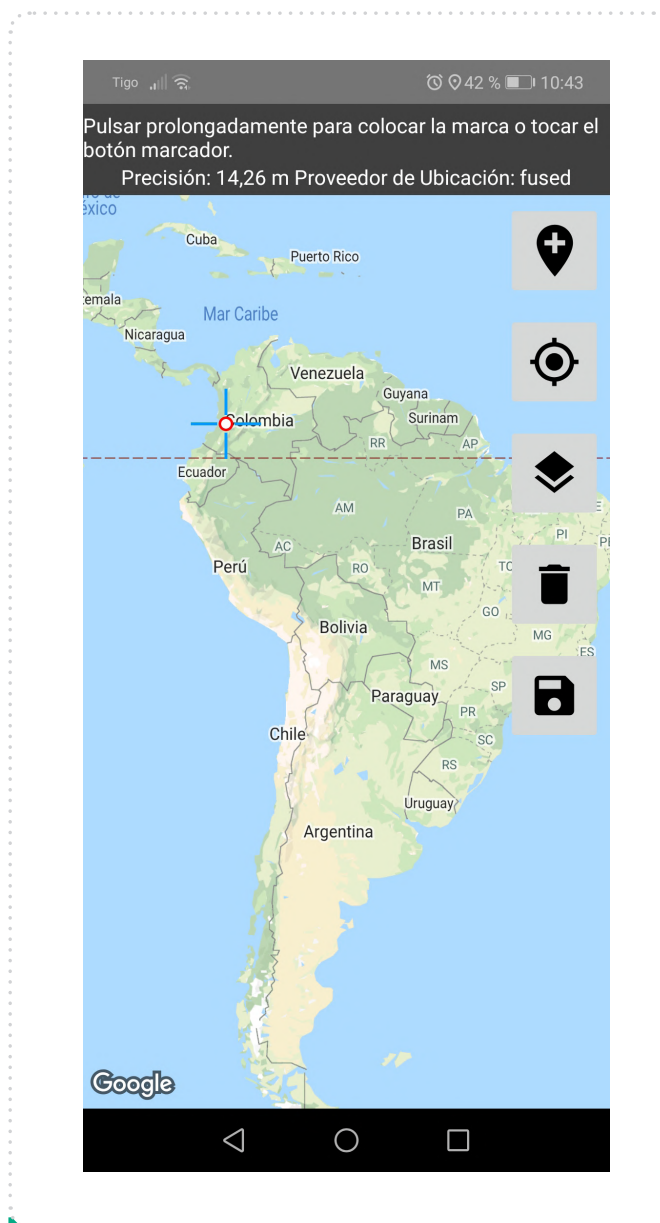

Figura 13. Mapa de ubicación de FLAR Collect.
- 2 Ubicación de la finca. Al hacer clic en “Buscar Ubicación” se habilitará un mapa para ubicar la finca [Figura 13].